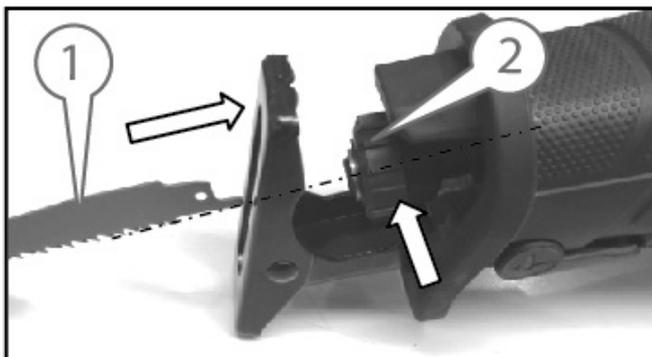

Рисунок 2. Схема встановлення пилкового полотна.
– повернути рукою зовнішню обойму (2, рис. 2) швидкозатискного патрона проти ходу годинникової стрілки;